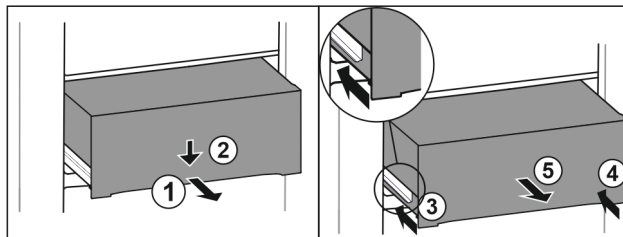

Fig. 208
- Schubfach halb herausziehen. Fig. 208 (1)
- Schubfach an der Vorderseite nach unten drücken. Fig. 208 (2)
- Linke Schiene etwa 2 cm einschieben. Fig. 208 (3)
- Rechte Schiene etwa 2 cm einschieben. Fig. 208 (4)
- Schubfach nach vorne entnehmen. Fig. 208 (5)